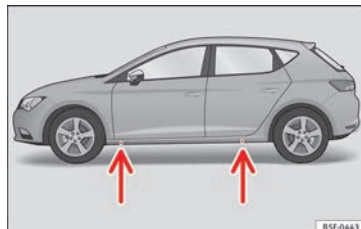

Fig. 186 Traverse : repères.
- Rechercher sur le bas de caisse le point d'appui (zone renforcée) le plus proche de la roue à changer » » **fig. 186**. Derrière ce repère se trouve, sur le bas de caisse, le point d'appui du cric*.